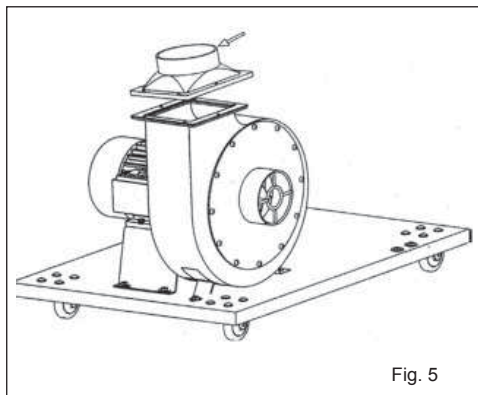

Fig. 5
4. Aligner le groupe moteur avec le tambour pour l'emplacement des sacs. Placer le joint entre les deux pièces à assembler. Utiliser les vis, rondelles et écrous correspondants (**Fig. 5**).